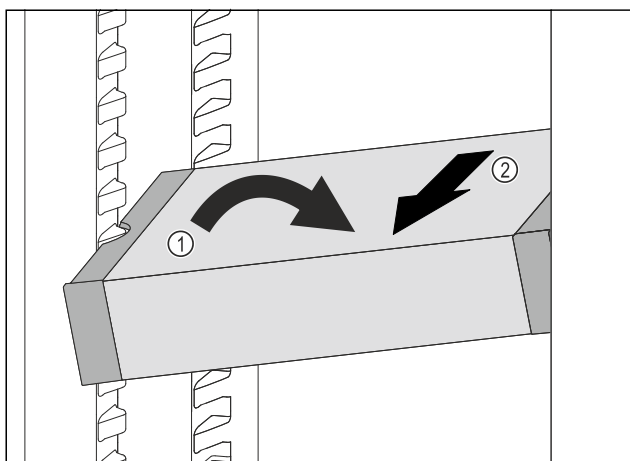

Fig. 210
- VarioSafe postavte v chladničce šikmo. Fig. 210 (1)
- VarioSafe odeberte směrem dopředu. Fig. 210 (2)